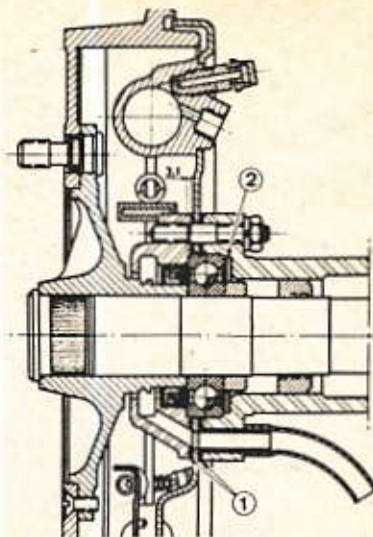

Fig. 62. — Montage d'un plateau de frein : 1. Joint de plateau - 2. Rondelle de réglage de 0,15 mm.
Les joints de plateau de frein AR peuvent également être montés sur les véhicules antérieurs à la seule condition de placer dans le tube de pont, contre la face d'appui du roulement, deux rondelles de réglage (2) (fig. 62) de 0,15 mm d'épaisseur.